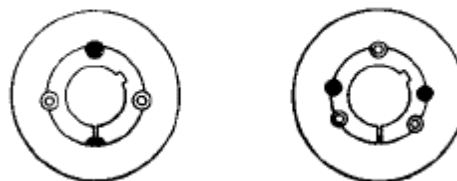

Abb. 10-5 Bohrungen der Riemenscheiben
3.- Die Buchse derart in die Bohrung der Riemenscheibe einfügen, dass die Halbbohrungen mit Gewinde der Riemenscheibe an den Halbbohrungen ohne Gewinde der Buchse anliegen (Foto 32). Je nach Größe der Riemenscheibe sind 2 oder 3 Bohrungen zu verzeichnen (Abb. 10-5), wie auch in Tabelle 10-1 nachgeprüft werden kann.